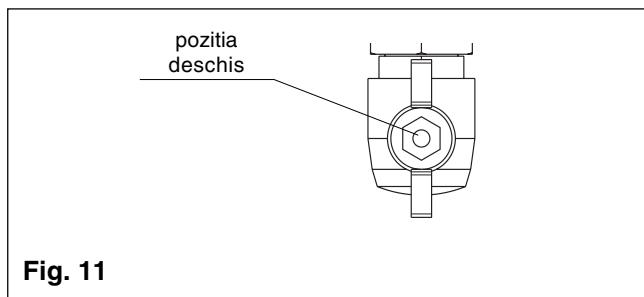

Fig. 11
- deschideti robinetul de gaz, in sens invers acelor de ceas (fig. 11).